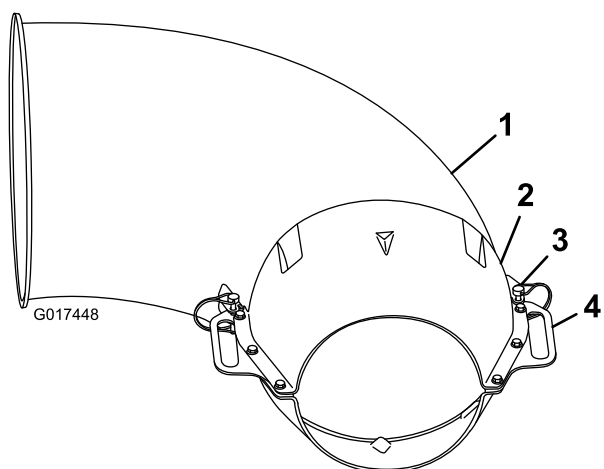

Figure 4
2. Insérez les goupilles d'attelage dans les trous des supports de fixation et les poignées, pour fixer le prolongement d'embout à l'extrémité de l'embout (Figure 4).